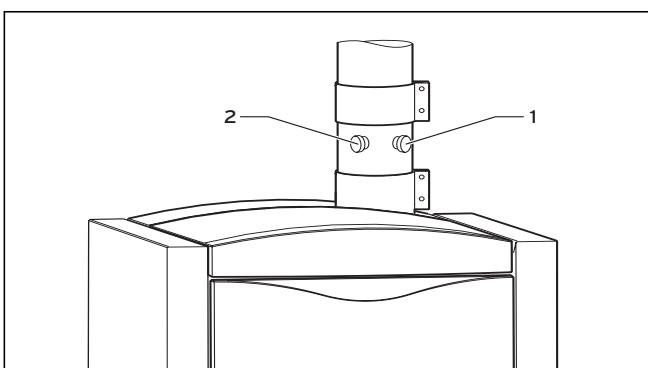

Fig. 7.3 Kontrolåbninger
- Aktivér skorstensfejerdriften ved at trykke samtidig på tasterne "-" (3) og "+" (4) i DIA-systemet.
- Skru slutmufferne af kontrolåbningerne (1) og (2) (se Fig. 7.3).
- Foretag målinger i røggassystemet på prøvestudsen (1) (indstiksdybde: 110 mm). Målinger i luftsystemet kan foretages på prøvestudsen (2) (se Fig. 7.3) (indstiksdybde: 65 mm).
- Skru slutmufferne på kontrolåbningerne igen (1) og (2) (se Fig. 7.3).